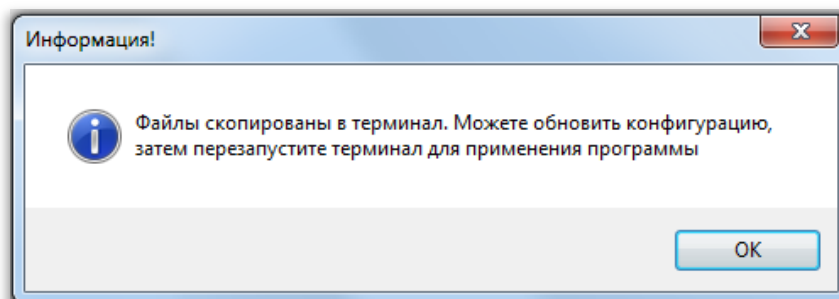
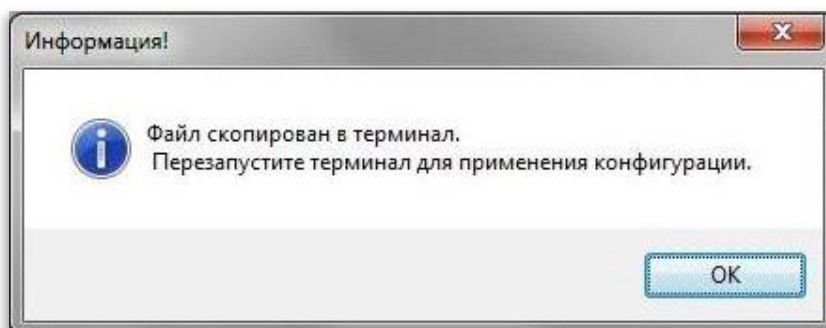

Рисунок 18 – Окончание записи ПО терминала
Рисунок 24 – Окончание записи конфигурации
5.5 По окончании копирования файлов в терминал всплывет информационное сообщение о завершении записи ПО (см. рисунок 18).
6.7 По окончании копирования всплывет информационное окно с сообщением «**Файл скопирован в терминал. Перезапустите терминал для применения конфигурации**» (см. рисунок 24).
При успешной замене ПО и/или конфигурации в **АРМ-релейщика**, на экране появится соответствующее сообщение (см. рисунок 18 и рисунок 24). Несмотря на успешное завершение операции, после перезагрузки терминал может перейти в состояние **Неисправность**. В этом случае необходимо воспользоваться рекомендациями, которые показаны на рисунке 26 обозначением 2 (на рисунке обозначено стрелкой с надписью **Успешно**).